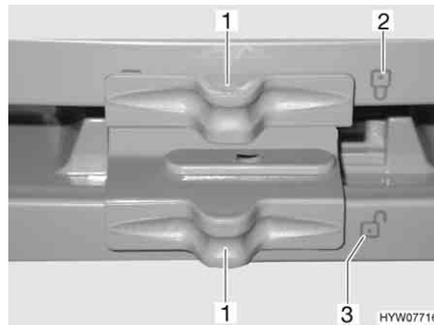

Fig. 191 Bloccaggio della porta del frigorifero/del vano congelatore (serie Dometic 7 con vano congelatore separato)
- Spingere il bloccaggio (Fig. 191,1) di lato in modo che la serratura aperta "🔓" (Fig. 191,3) sia visibile.
- Spingere il bloccaggio (Fig. 191,1) di lato in modo che la serratura aperta "🔓" (Fig. 191,2) sia visibile.